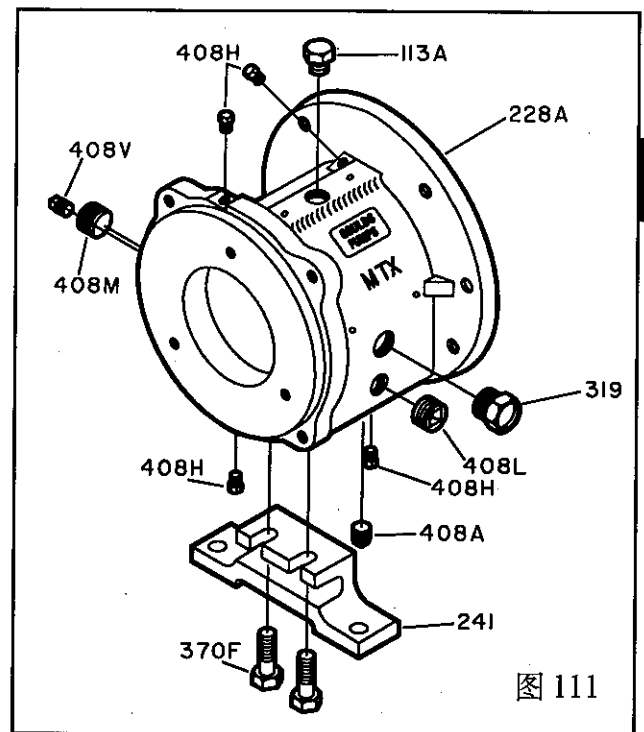

图 111
1. 将注油塞 (113A)、排油塞 (408A)、油标 (319)、四个油雾连接塞 (408H) 或油脂接头 (193) 和油脂排出塞 (113)、油冷却器进、出口塞 (408L, 408M) 安装到轴承箱 (228A) 上 (图 111)。
2. 用螺栓 (370F) 把支脚 (241) 连到轴承箱上, 用手拧紧。